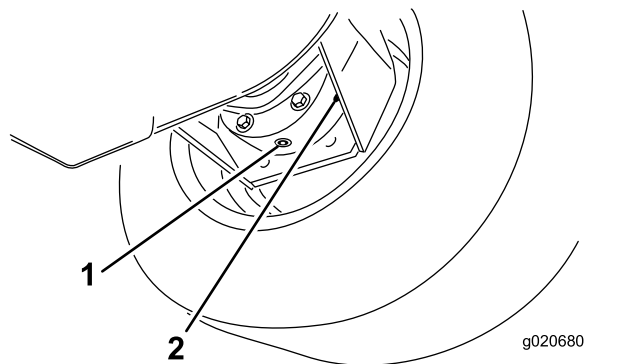

Figure 84
3. Placez un bac de vidange sous le carter de frein et enlevez le bouchon pour permettre à l'huile de s'écouler (Figure 84).